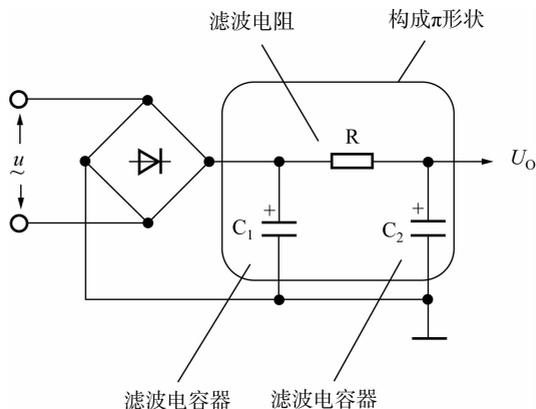

图 1-1-7 整流滤波电路
(2)“RC 滤波网络”是一种特殊的分压器。在图 1-1-7 所示的整流滤波电路中, $R$  与  $C_2$  可理解为分压器,输出电压  $U_o$  取自  $C_2$  上的压降,若外接直流电源, $C_2$  的容抗无限大,而若外接交流电源, $C_2$  的容抗远小于  $R$ ,因此  $C_2$  上直流压降很大而交流压降很小,达到了滤波的目的。